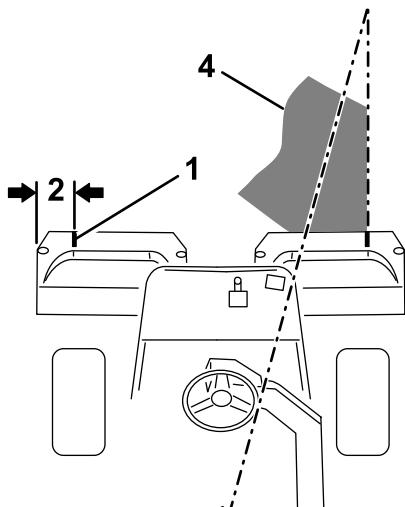
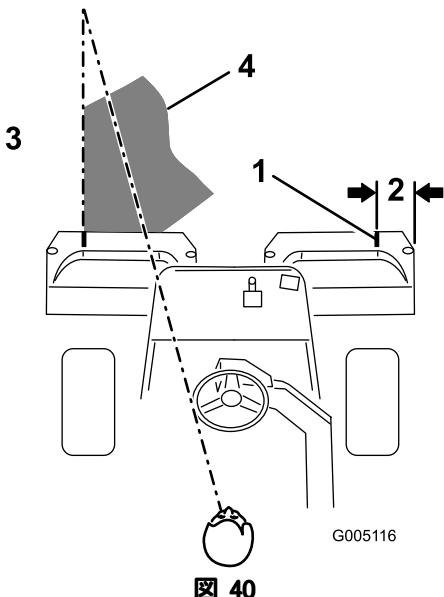

図 39
図 40
2. その位置に白色テープか白ペンキで集草箱の縁と平行に目印を入れる（図 39）。
3. 行きと帰りでのオーバーラップができるだけ小さくなるように運転します。隣の列との距離を一定に保って直進するには、本機の前方約2~3mを視野に捕らえておくのがポイントです（図39および図40）。ハンドルを目印にして距離を合わせても良いでしょう。その場合、ハンドルの縁と本機前方の目標ラインとを重ねて見ながら運転します（図39および図40）。